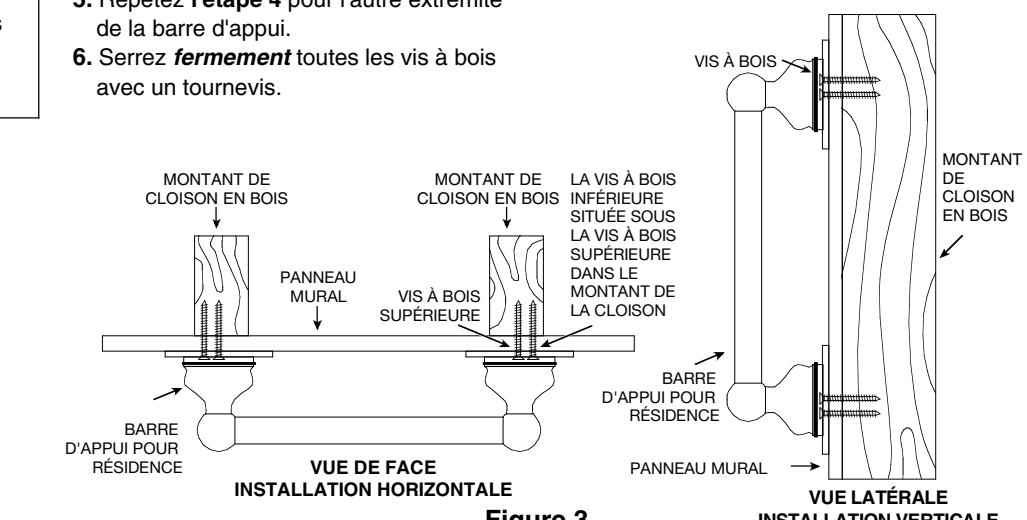

Figure 3
- Insérez les vis à bois fournies à l'une des extrémités de la barre d'appui. Vissez dans le mur et le montant de cloison (**SERREZ FERMEMENT À LA MAIN SEULEMENT**) (voir Figure 3).